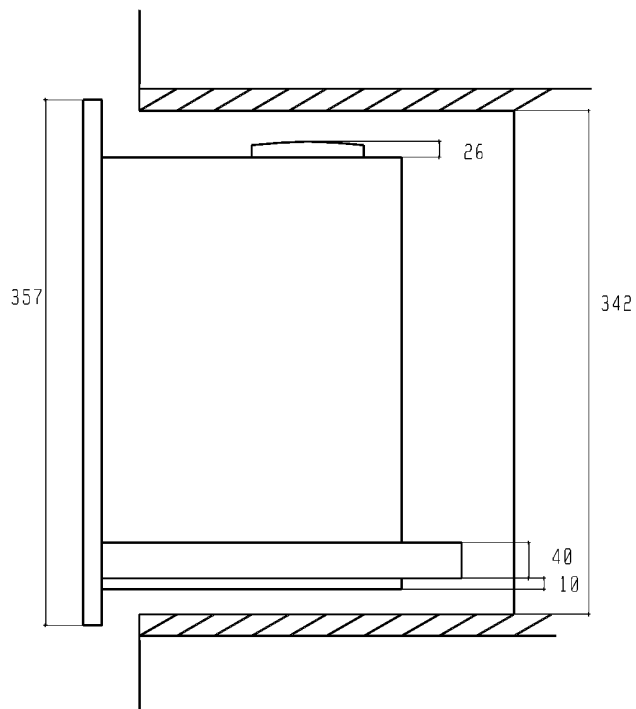

Abb. 5
- Die ausdehnbaren Führungen der Kaffeemaschine auf den im Innenraum des Möbels montierten Auflagen einstecken und sie bis zum Endanschlag gleiten lassen, damit die Sicherheitshaltevorrichtung eingespannt wird (Abb. 5).